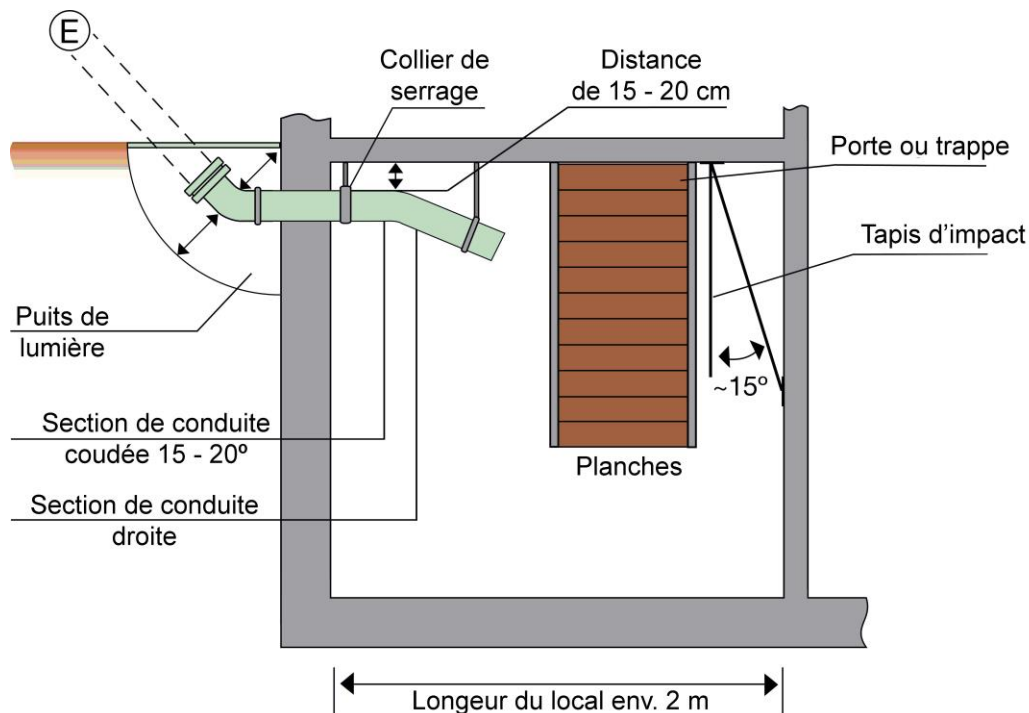

Figure 13: Bonnes pratiques pour concevoir un local de stockage d'une profondeur < 2 m
Les petits silos, d'une profondeur inférieure à 2 mètres exposent les pellets à un risque élevé de fracture causée par l'impact. Une conception particulière du tuyau de remplissage et du tapis d'impact (voir Figure 13) contribue à atténuer les contraintes mécaniques excessives sur les pellets:
- La sortie du tuyau de remplissage dirige le flux de granulés légèrement vers le bas (Figure 13). On utilise un tuyau coudé entre 15 et 20 degrés, terminé par une section droite de 30 cm. On peut également utiliser un tuyau de remplissage conducteur fermement fixé pour former cette section droite finale. Dans ce cas, le pas de vis interne doit être en parfait contact avec le tuyau métallique pour assurer la mise à la terre de la totalité du tuyau de soufflage.